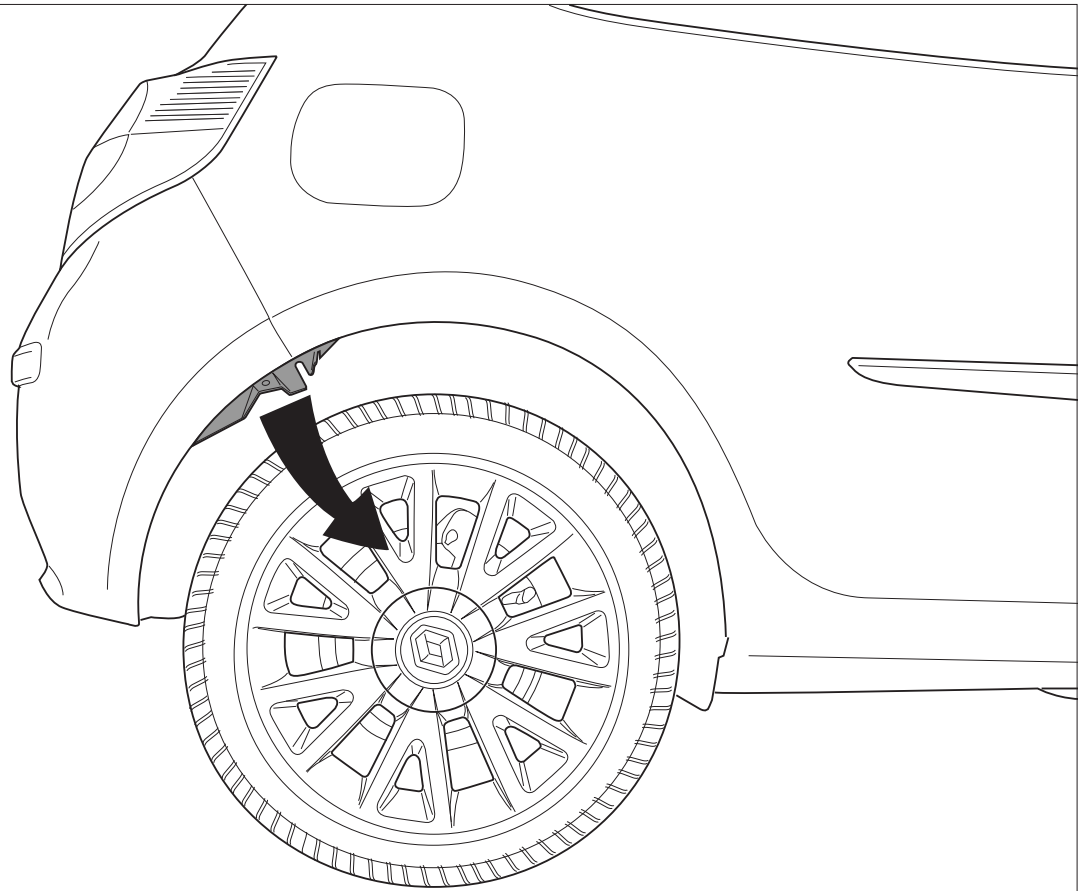

Fig. 1
5. Частично снять противогрязевые щитки в надколесных дугах, чтобы облегчить доступ к рабочей зоне (см. рис. 1).